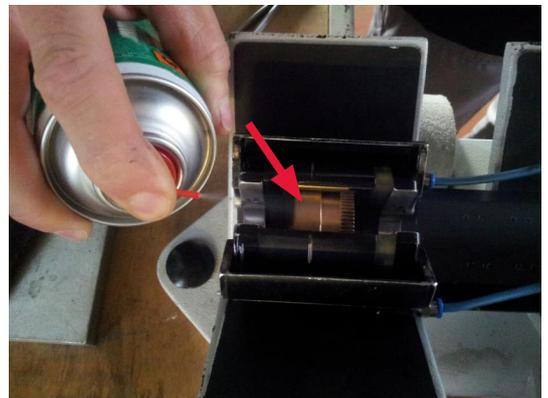

图2喷淋清洗
2. 一旦齿轮（转子）已经到位，在齿轮旋转期间持续向图2所示方向喷清洁剂。然后继续清洁整个齿轮延长段。